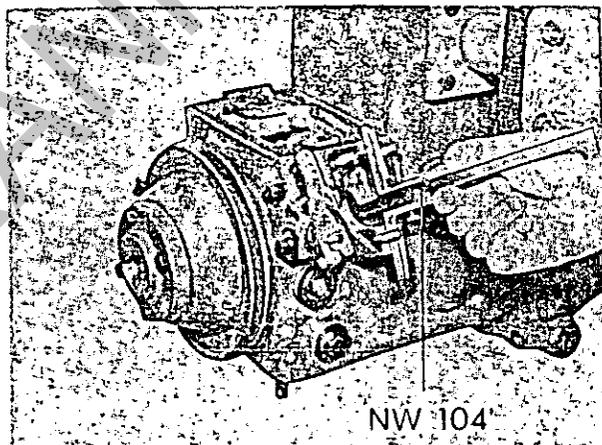
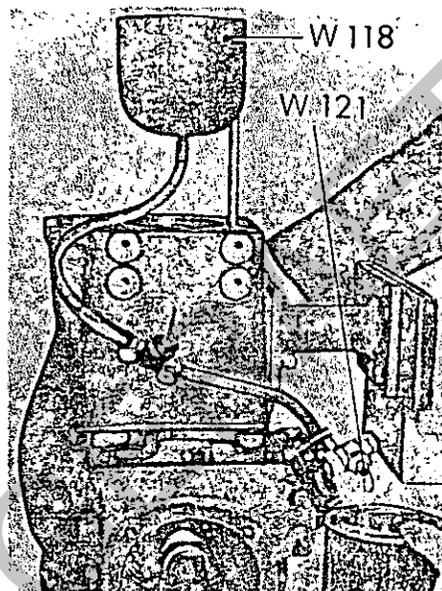

Abb. 6
Abb. 7
Nocken steht auf U.T. Mit Tiefenmaß (NW 104) Abstand von Flanschfläche zur Befestigung der Einspritzpumpe, bis Auflagefläche des Nockens (245a) ausmessen. Siehe Abbildung 6. (Einstellmaß $95 \pm 0,4$). Druckventil (Bosch 9) und Feder (Bosch 10) der Einspritzpumpe ausbauen. Verstellhebel (237) auf Volldrehzahl stellen, Starthilfeknopf der Einspritzpumpe drücken und Reglerstange (Bosch 23) in Startstellung bringen. Eine Dichtung (Bosch 51) beilegen. Einspritzpumpe einfahren, dabei muß die Reglerstange (Bosch 23) durch den Einführungsschlitz in die Gabel (242) gleiten. Einspritzpumpe festziehen. Leitung vom Dieselbehälter (W 118) zum Förderbeginn einstellen aufstecken. Abb. 7. Tropfrohr (W 121) auf Einspritzpumpe aufschrauben. Verstellhebel (237) auf Volldrehzahl stellen, (Starthilfeknopf Bosch 35 der Einspritzpumpe nicht drücken) und Abstellhahn am Behälter (W 118) öffnen. Einspritzpumpe entlüften.